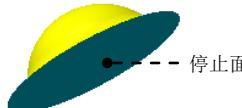

图 12.3.9 成形工具 2
Step6. 创建图 12.3.9 所示的零件特征——成形工具 2。
(1) 选择命令。选择下拉菜单 **插入(I)** → **钣金(B)** → **成形工具** 命令。
(2) 定义成形工具属性。激活“成形工具”对话框的 **停止面** 区域，选取图 12.3.9 所示的模型表面作为成形工具的停止面。
(3) 单击 按钮，完成成形工具 2 的创建。